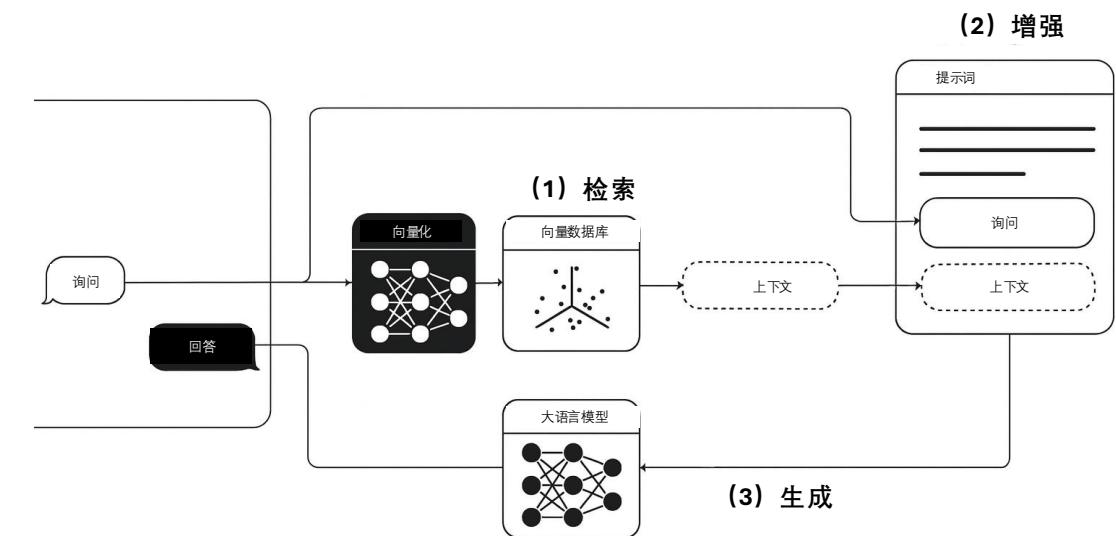

图 3.2B: RAG (检索增强生成) 架构图。
- 检索增强生成 (RAG)** - 从向量化的 CSSD 数据库中检索相关内容，对用户问题进行语义增强，并通过 LLM 生成优化后的回答 (图 3.2B)；